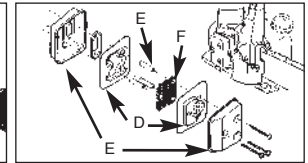

Bild. 17B
2. Entfernen Sie die Abdeckung der Kettenbremse. Entfernen Sie die 3 Schrauben, die den Auspuff am Zylinder festhalten. Der Auspuff lässt sich abnehmen, wenn die Befestigungsschrauben entfernt sind (Bild. 17B).
3. Trennen Sie die Auspuffhälften (C). Entfernen Sie die Kühl- (D) und Abstandsrohre (E).
4. Entsorgen Sie das gebrauchte Funkengitter und setzen Sie ein Neues ein (F) (Bild. 17B).